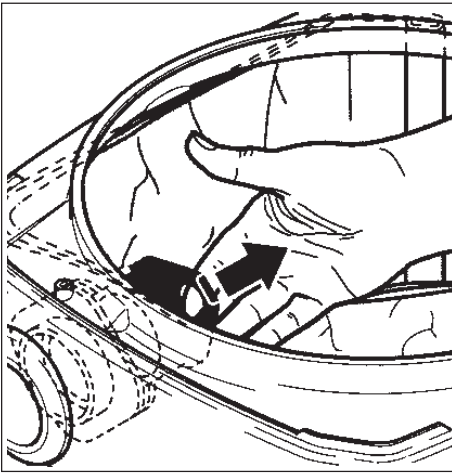

Figure 7
1. Pull the bag-type filter sleeve off the inlet fitting. See Figure 7.
1. Retirez du raccord d'entrée la manchon du filtre de type sac. Voir Figure 7.